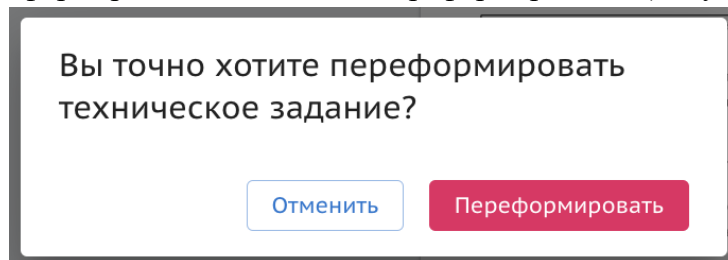

Рисунок 32. Подтверждение переформирования.
- 4) Подтвердить переформирование нажав на “Переформировать” (Рисунок 32);